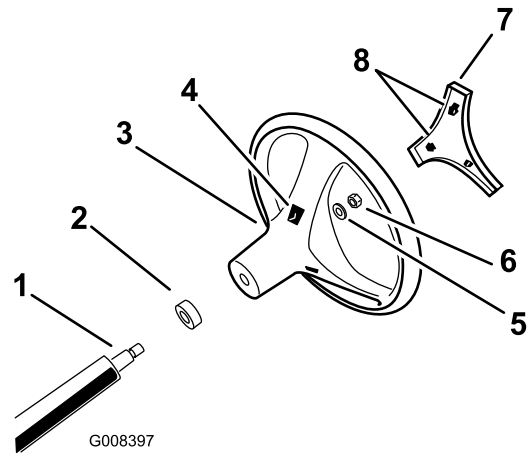

Bild 3
- Befestigen Sie das Lenkrad mit der Sicherungsmutter an der Welle (**Bild 3**). Ziehen Sie die Sicherungsmutter bis auf 24 - 29 Nm an
- Fluchten Sie die Nasen der Abdeckung mit den Schlitzen im Lenkrad aus und lassen Sie die Abdeckung an der Lenkradnabe einrasten (**Bild 3**).